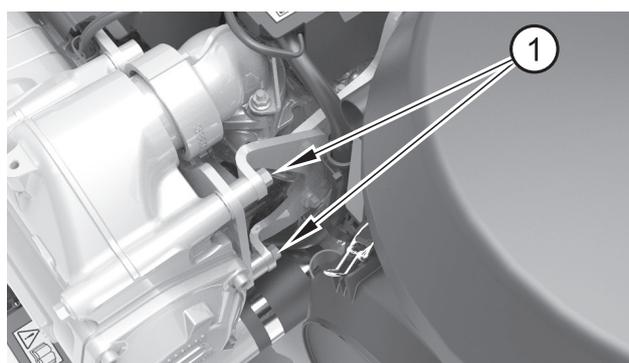

Figure 17
5. Retirez les vis de fixation de l'ensemble à l'arrière (figure 17, repère 1).